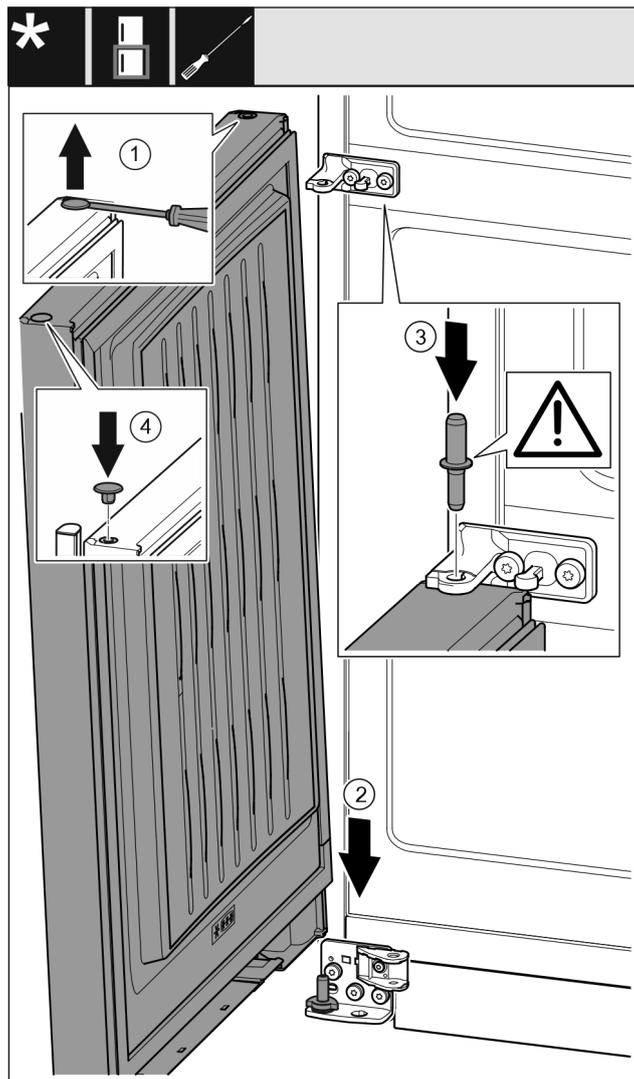

Fig. 42
- ▶ Sollevare il tappo Fig. 42 (1) con cautela con un cacciavite a intaglio ed estrarlo.
- ▶ Inserire la porta Fig. 42 (2) dall'alto sul perno di supporto inferiore.
- ▶ Inserire il perno di supporto centrale Fig. 42 (3) attraverso il blocco di supporto centrale nella porta inferiore. Facendo ciò assicurarsi che la camma di arresto sia rivolta all'indietro.
- ▶ Reinserire il tappo Fig. 42 (4) sull'altro lato della porta.